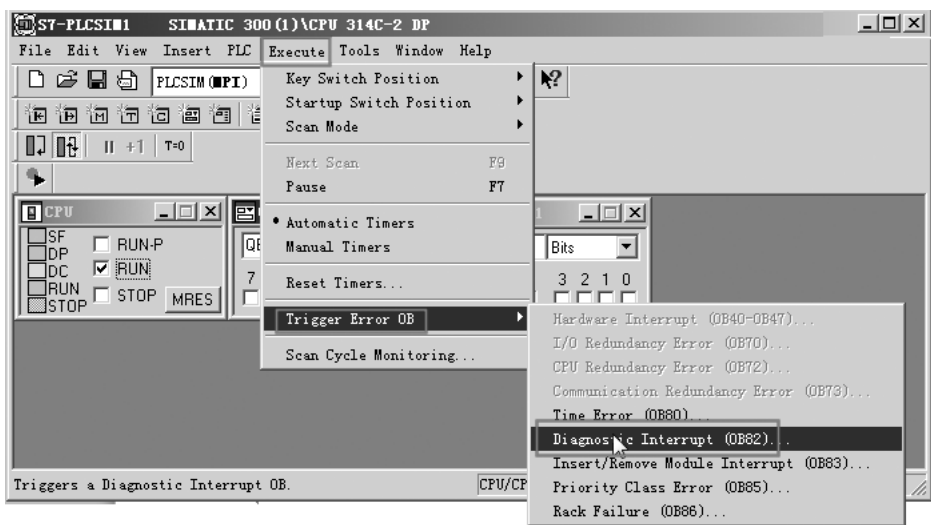

图 12-38 打开“诊断中断”界面
5) 仿真。先把完整的程序下载到仿真器中，将仿真器置于“RUN”状态，在工具栏中单击“Execute”（执行）→“Trigger Error OB”（触发器）→“Diagostic Interrupt”（诊断中断），如图 12-38 所示，打开诊断中断界面。